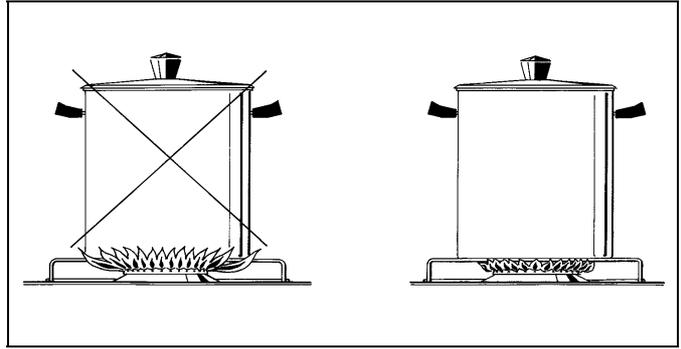

Fig.19
- Utilisez un récipient d'un diamètre adapté à chaque brûleur ( cfr. tab. n° 4 et FIG.19 ).